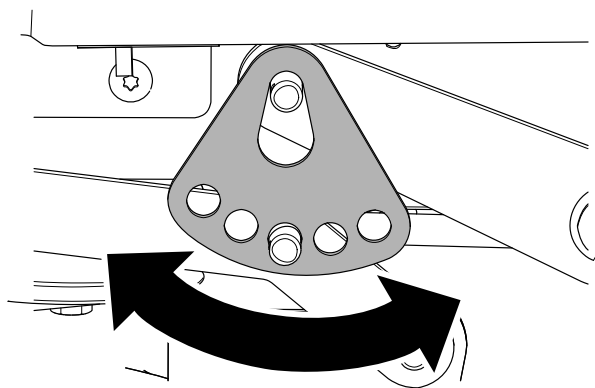

**Figura 63**
6. Retire la claveta y la arandela del pasador inferior del brazo de elevación (Figura 63).